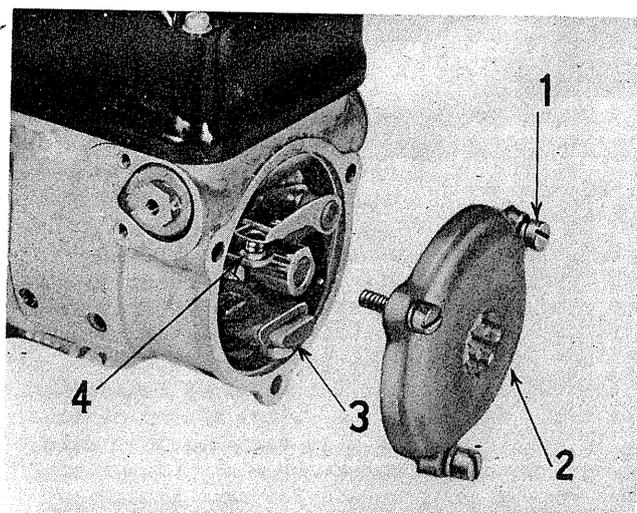

FIGURE 115 - MAGNETO H-1 DONT ON A ENLEVÉ LE COUVERCLE DU RUPTEUR. 1 - VIS. 2 - COUVERCLE. 3 - BLOC D'ANCRAGE DU RESSORT. 4 - PLOTS DE CONTACT.
Comme sur la magnéto H-4, les plots du rupteur de la magnéto H-1 sont complètement enfermés dans un compartiment à l'arrière de la magnéto. Pour accéder à ces plots, retirez les trois vis (1), figure 115, du couvercle arrière (2) et retirez celui-ci avec son joint. L'entretien des plots de contact est le même que celui de la magnéto H-4; ils doivent être réglés à 0,33 mm (.013") quand le rupteur est sur le haut bossage de la came.